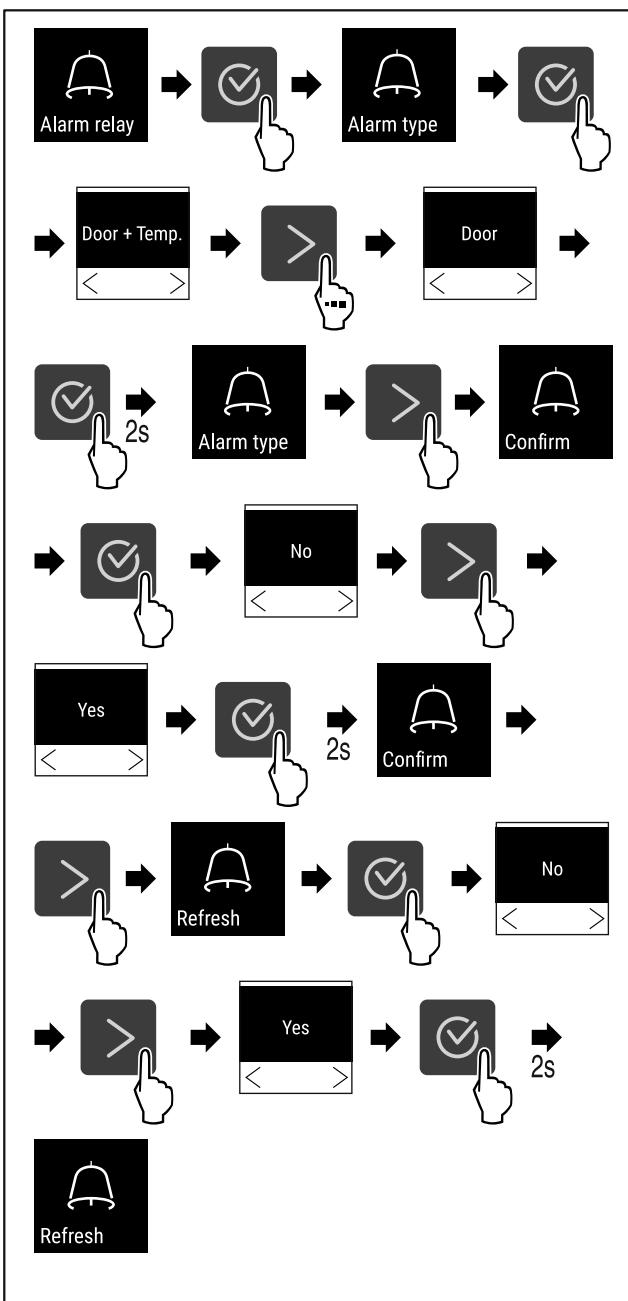

Fig. 125
- Провести етапи операцій (див. Fig. 125) .